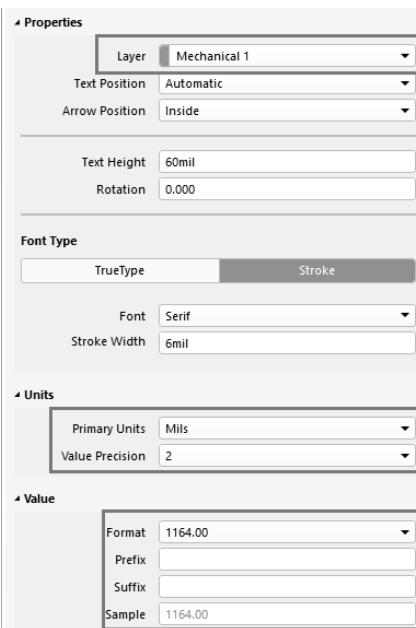

图 11-16 线性标注显示设置
(2) 在放置状态下按“Tab”键，可以设置相关的显示参数，如图 11-16 所示。对于显示参数的设置，一般设置常用的即可。
- ① Layer: 放置的层。
- ② Format: 显示的格式，如××、×× mm[常用]、×× (mm) 等。
- ③ Primary Units: 显示的单位，如 mil、mm[常用]、inch 等。
- ④ Value Precision: 显示的小数位的个数。